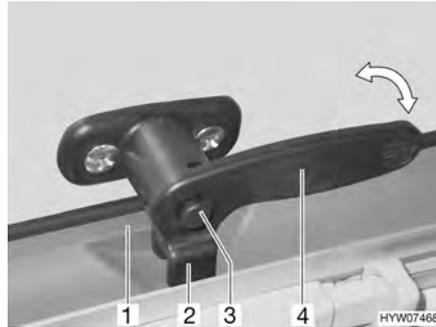

Fig. 57 Levier de verrouillage avec bouton de sécurité en position "Fermé"
- Le cas échéant, appuyer sur le bouton de sécurité (Fig. 57,3) et le maintenir enfoncé.
- Tourner le levier de verrouillage (Fig. 57,4) d'un quart de tour vers le centre de la fenêtre.